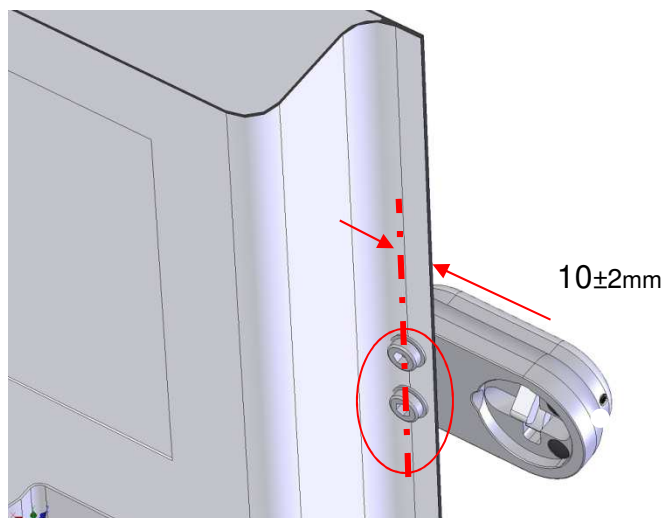

Fig.5
- La posizione dei primi due fori da 9 è a circa  $10 \pm 2$  mm dal bordo verticale della portiera che apre (vedi fig.5). Si tratta di una superficie del portellone molto resistente. La tolleranza indicata serve a consentire il posizionamento della testa cilindrica del perno M8 entro il bordo e mai oltre esso.
Il fissaggio della corazza prevede normalmente i fori sul bordo estremo del portellone utilizzando i due perni M8 con testa a bottone. Prima di forare verificare che la testa del perno M8 sia contenuta nel bordo (vedi fig.5).